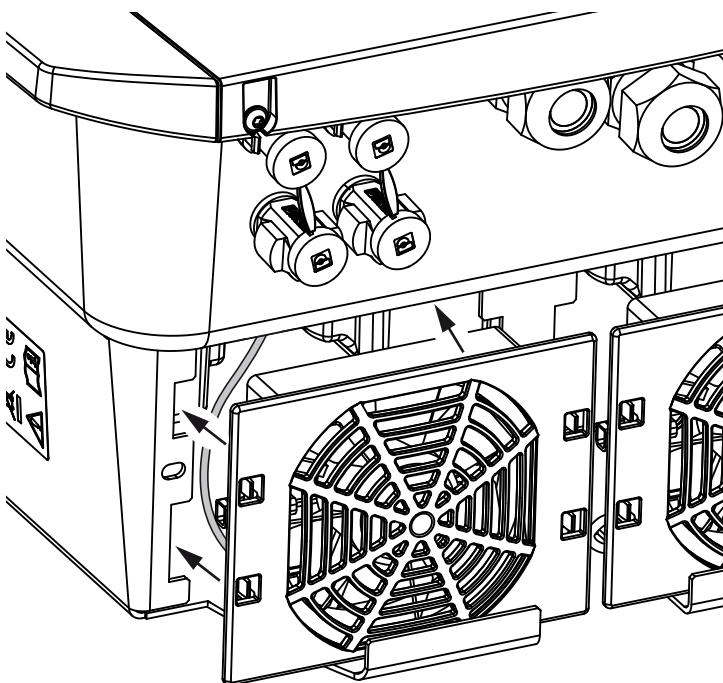

Fig. 67: Monte o ventilador
- O ventilador foi montado corretamente no quadro do ventilador (direção do fluxo de ar).  Fig. 67